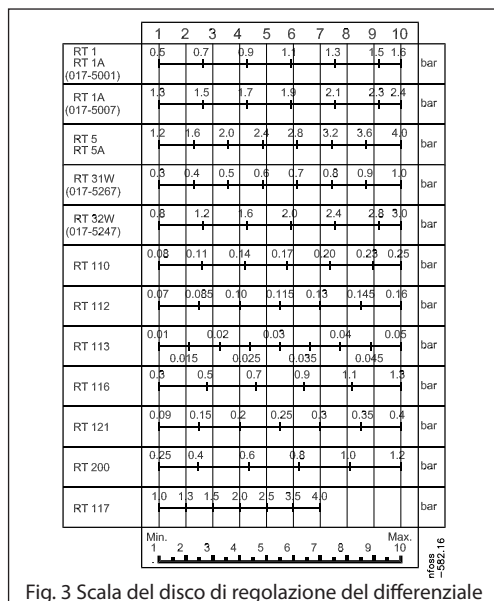

Fig. 3 Scala del disco di regolazione del differenziale
Il valore viene impostato usando la manopola di regolazione (5) leggendo allo stesso tempo la scala di regolazione (9). Per i pressostati muniti di cappuccio di tenuta, devono essere usati appositi utensili. In unità provviste di differenziale fisso, la differenza tra pressione di inserimento e disinserimento è fissa. Se le unità hanno differenziale regolabile, il disco differenziale (19) deve essere impostato in base al diagramma di fig. 3.
Scegliere un RT 116 con un campo di 1-10 bar e un differenziale regolabile di 0,2 bar-1,3 bar. La pressione di avvio di 6 bar deve essere impostata sulla scala. Il differenziale deve essere regolato come differenza tra la pressione d'arresto (7 bar) e la pressione d'avvio (6 bar)=1 bar. In base alla fig. 3, il differenziale deve essere impostato su 8.